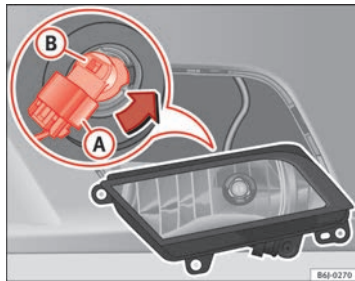

Abb. 160 Nebelscheinwerfer
- Ziehen Sie den Stecker → Abb. 160 **A** von der Lampe ab.
- Den Lampenträger → Abb. 160 **B** nach links drehen und ziehen.